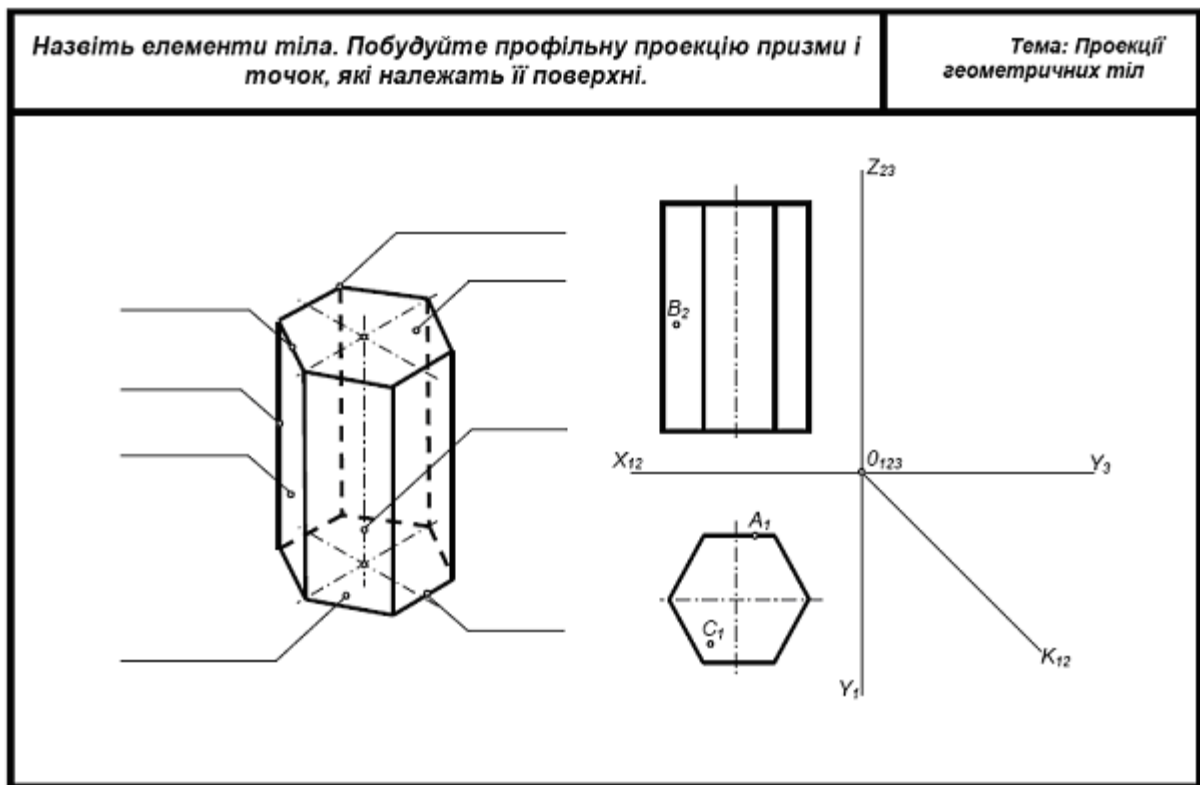

Рис. 9 – завдання № 4 а.
2. Сторони шестикутника є проєкціями бічних граней призми, а його вершини - проєкціями бічних ребер. У завданні № 4 а (рис. 9) - треба побудувати профільну проєкцію прямої правильної шестигранної призми.